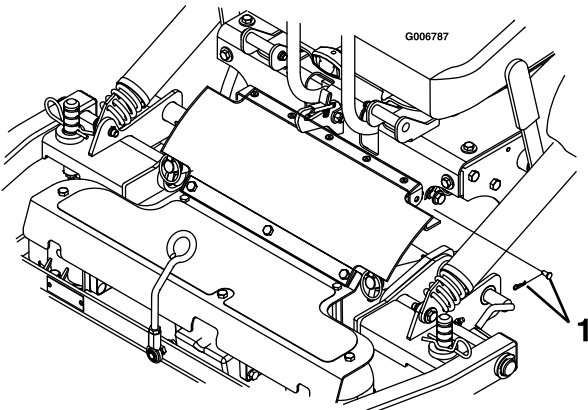

Figura 71
7. Retire el pasador de horquilla y la claveta de ambos lados del protector de la TDF (Figura 71).
6. Alinee la parte superior del protector de goma de la TDF con las pestañas de la parte delantera de la consola, y sujete el conjunto con un pasador de horquilla y una claveta en cada lado (Figura 71).